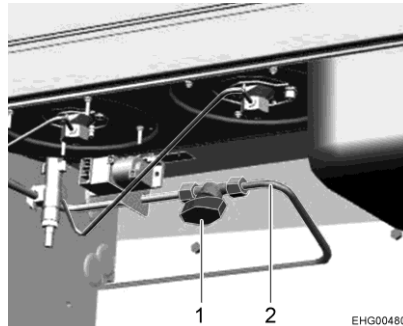

Bild 28 Gasabsperrventil
Im Fahrzeug ist für den Gaskocher ein Gasabsperrventil (Bild 28,1) eingebaut. Das Gasabsperrventil befindet sich unterhalb des Gaskochers.
- Öffnen: ■ Gasabsperrventil parallel zur Gasleitung (Bild 28,2) stellen.